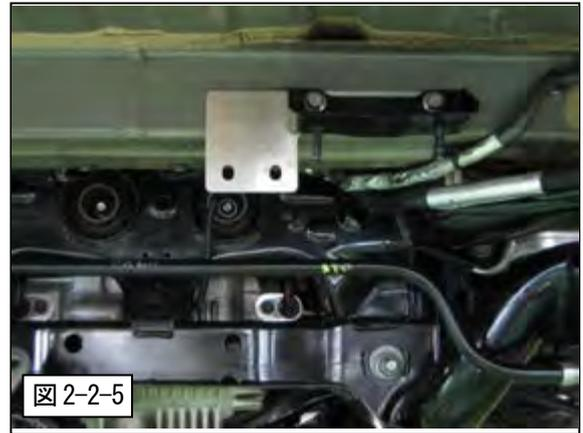

図 2-2-5
(4) コアブラケット No. 5 を車両に取付けてください。(図 2-2-5)